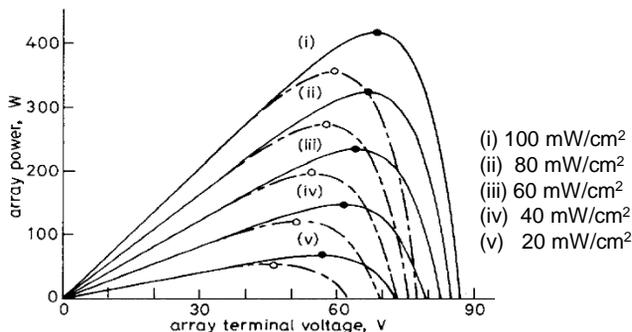

図1 電流と電圧の関係（P-V曲線）
- ▶ 太陽電池パネルが出力を最大化できる電流と電圧の関係を図1に示します。